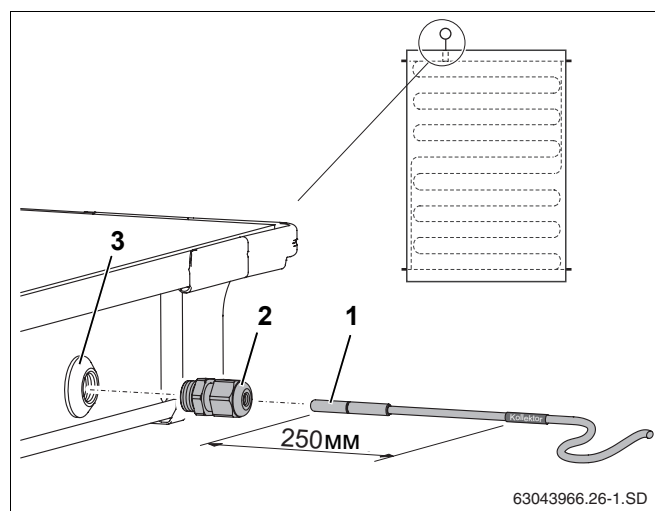

Рис. 54 Установка датчика в коллектор
Для исправной работы солнечной установки необходимо, чтобы коллекторный датчик (рис. 54, **поз. 1**) был вставлен в установочную трубку до упора (примерно на 250 мм).
- Проткнуть датчиком или отверткой уплотнительный слой в гильзе (рис. 54, **поз. 3**).
- Закрутить зажимную втулку (рис. 54, **поз. 2**) в гильзу.
- Затянуть зажимную втулку (рис. 54, **поз. 2**), удерживая от сворачивания.
Если Вы проткнули гильзу (рис. 54, **поз. 3**) не в том коллекторе, в котором нужно, то ее нужно плотно закрыть заглушкой из комплекта для подключения. Но прежде нужно, используя резьбовую втулку (рис. 54, **поз. 2**), удалить находящуюся в гильзе гайку.